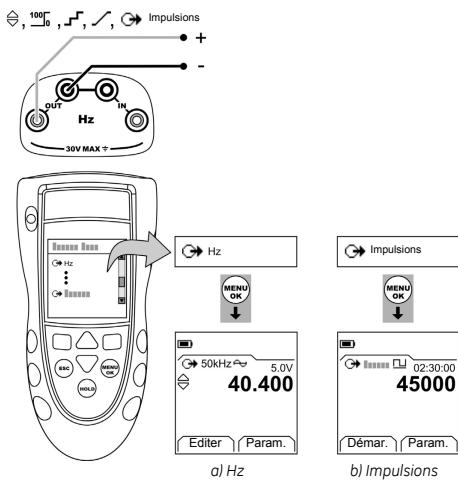

Figure 2 : Exemple de configuration - Alimentation en Hz ou en impulsions
1. Connecter l'instrument (Figure 2) et, si nécessaire, régler la Configuration (Tableau 1).